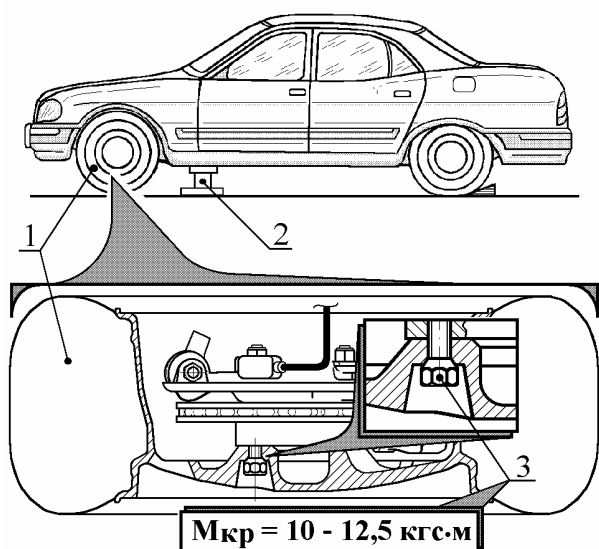

Рис. 14. Установка передних колес:
5.7. Установить передние колеса 1 (рис. 14) и вынуть две подставки 2 из под автомобиля в обратной последовательности по пп. 4.2 - 4.4.